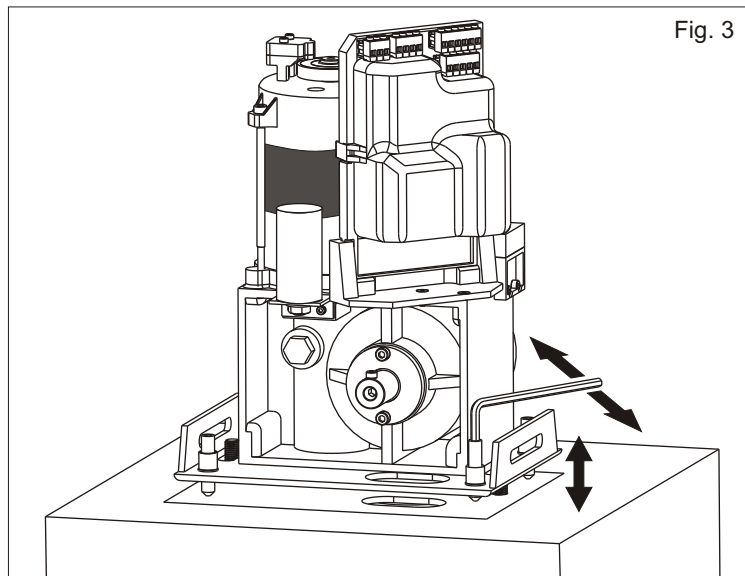

Fig. 3
3.2. Ajustar la altitud del motorreductor utilizando los cuatros tornillos en dotación (Fig.3) respetando las cuotas mencionadas en Fig. 2. Los tornillos de regulación pueden ser utilizados para corregir una nivelación anterior imperfecta de la placa de fundación.